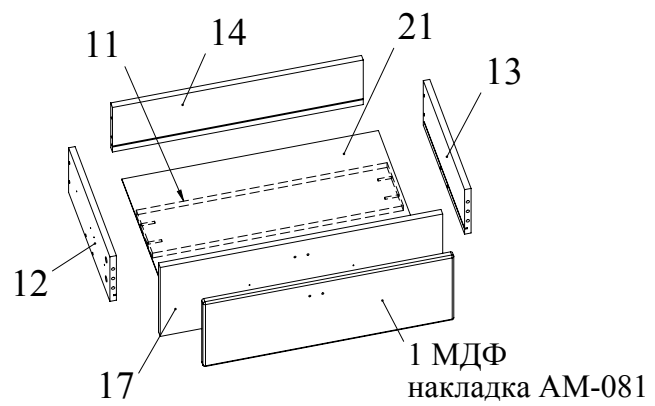

Рис.12
- Скрепить конфирматами 7x50 боковины 12, 13 и задник ящика 14. Скрепить при помощи конфирматов 7x50 распорную планку 11 между боковинами 12, 13. Вставить в паз дна ящика 21 из ДВП. Установить фасад ящика 17 и зафиксировать, повернув конфирматным ключом головки минификсов по часовой стрелке до упора (Рис. 12).